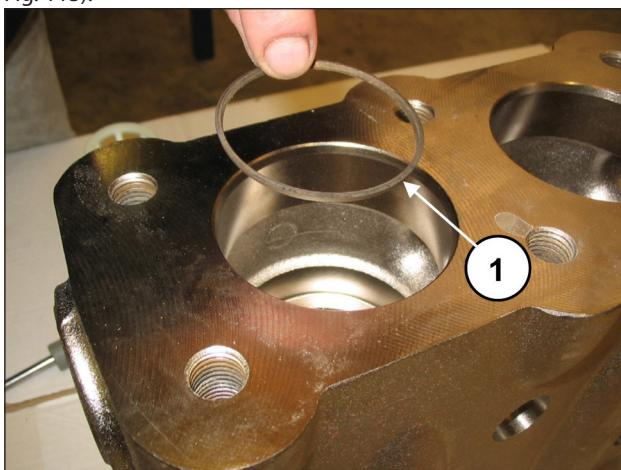

Fig. 113
Inserire l'anello antiestrusione, pos. esploso n. 5 (pos. ①, Fig. 113).